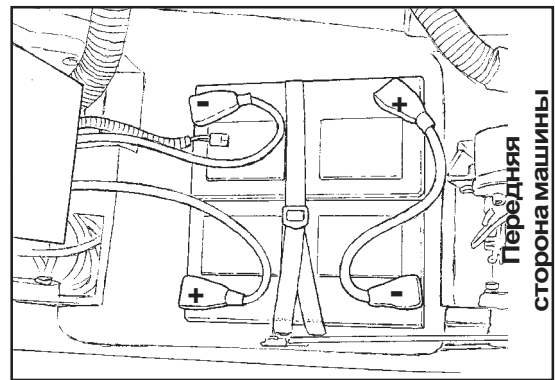

Рисунок 11
10. Соедините кабельный шнур между батареями и установите длинный машинный кабель как указано (смотрите рис. 11).